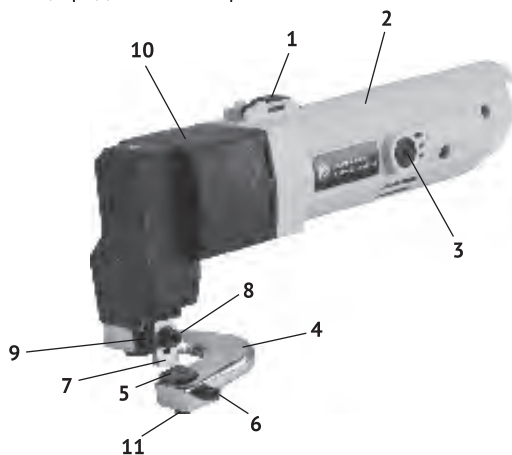

рис.1
Общий вид ножниц представлен на рис. 1
- включение ножниц осуществляется перемещением ползунка выключателя (рис.1 поз.1) в положение «I» - включено;
Неподвижный нож (рис.1 поз.5) расположен в пазе опорной подошвы (рис.1 поз.4), имеющей форму подковы (серьги). Для его замены:
- открутить винт регулировки (рис.1 поз.6) и болт крепления (рис.1 поз.11);
Подвижный нож (рис.1 поз.7) расположен в пазе штока (рис.1 поз.9). Для его замены:
- открутить винт крепления (рис.1 поз.8);
- открутить крышки щёткодержателей (рис.1 поз.3), расположенных по бокам корпуса двигателя (рис.1 поз.2);